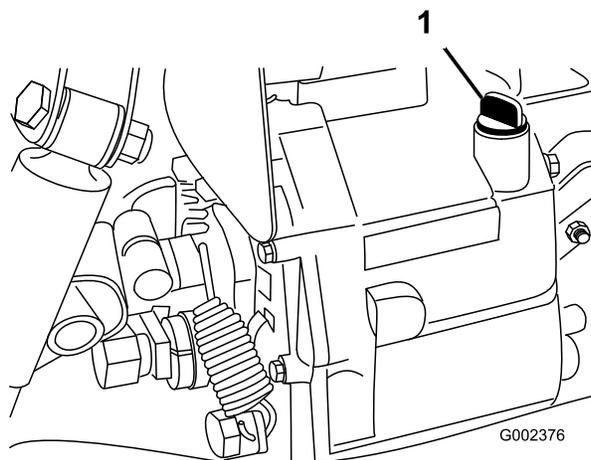

Рисунок 68
4. Очистите область вокруг отверстия для масломерного щупа (**Рисунок 68**).